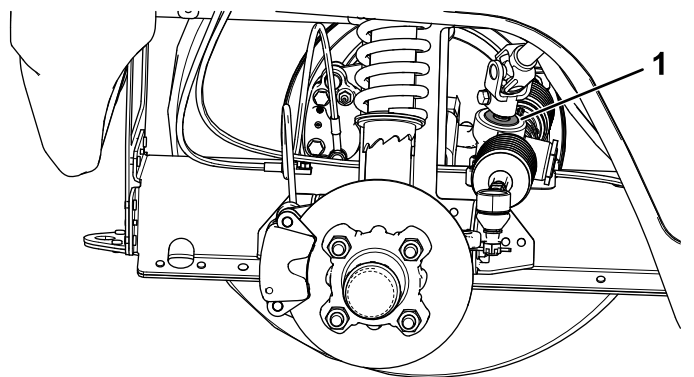

図 54
- 重要**ピニオンシャフトのシールの状態と磨耗程度を点検する 図 54。